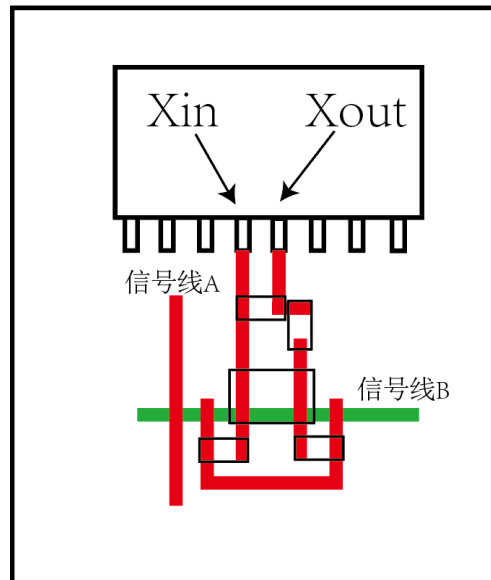

图 4-2 信号线太靠近晶体谐振器
- 避免将任何其他信号路由到晶体区域。图 4-2 所示信号线走线离晶体太近，容易互相干扰，